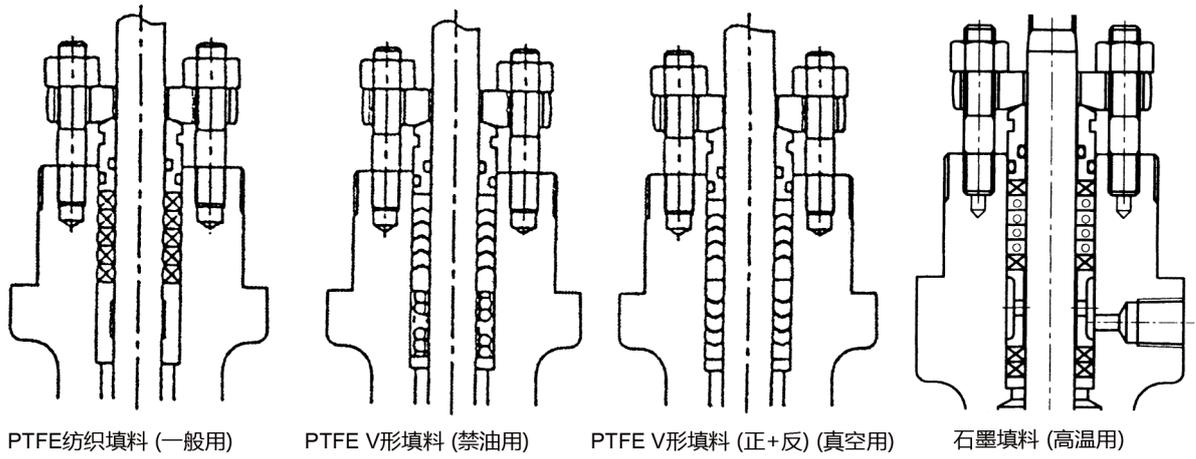

图 2-1 填料压盖部分
1. 填料压盖卸下后请不要再使用，重新组装阀门时请使用新的填料压盖。用于真空时，请确认填料压盖的构成是否如图 2-1 所示。
4. 如图 2-1 所示放入填料。